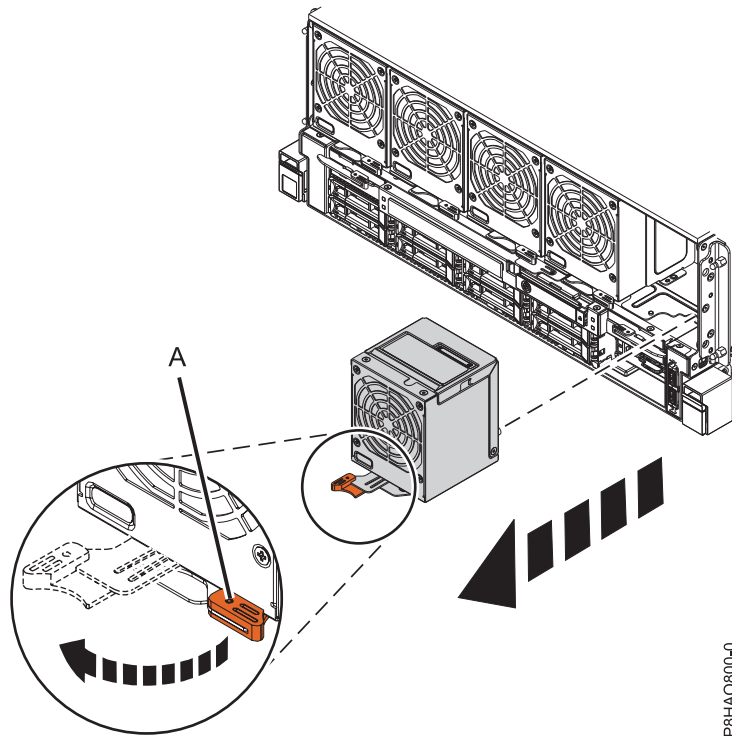

Figure 7. Retrait du ventilateur avant
1. Faites pivoter la poignée du ventilateur (A) dans le sens indiqué dans la figure 7, à la page 8 afin de dégager le ventilateur de son logement.